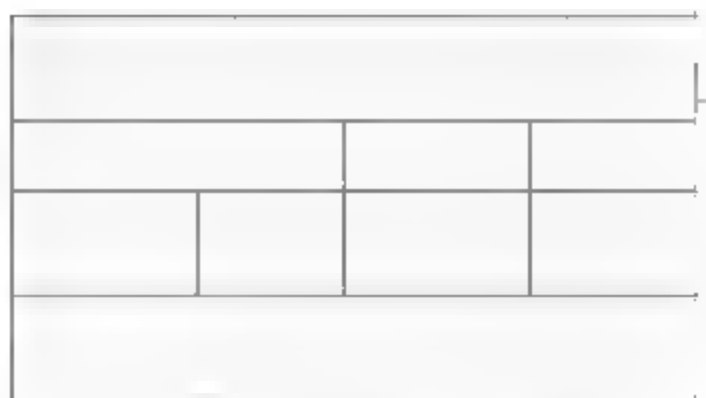

图 4-10 绘制好的信息栏图框
(3) 设计模板。单击工具栏中的“绘图工具”按钮,在弹出的下拉列表中单击“放置线条”按钮,开始绘制图纸信息栏图框(具体图框风格可根据自己公司的要求进行设计。注意,不能使用 Wire 线绘制,建议将线型修改为 Smallest,颜色修改为黑色)。绘制好的信息栏图框如图 4-10 所示。